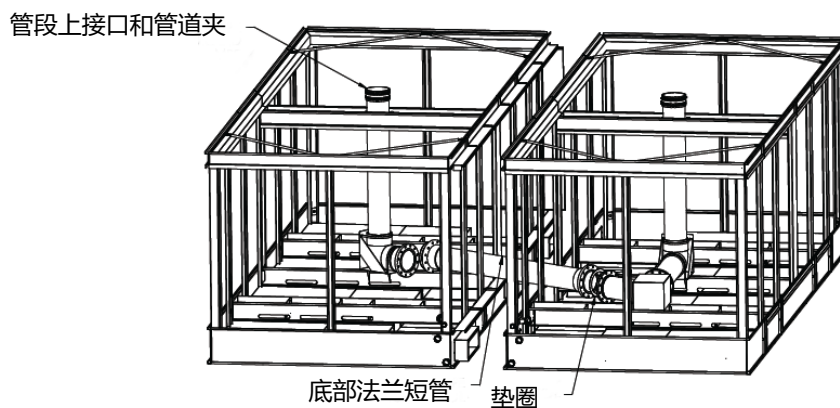

图9 - 底部进水管的安装
6. 在机组完全安装好后，在法兰之间安装带有垫圈的底部法兰短管，如图9所示。使用表2中的紧固件。请注意：水盘段有用于运输支撑的横撑。其中的一根横撑会挡住短管，在安装短管前应移除。在短管安装好后不需要重新安装横撑。